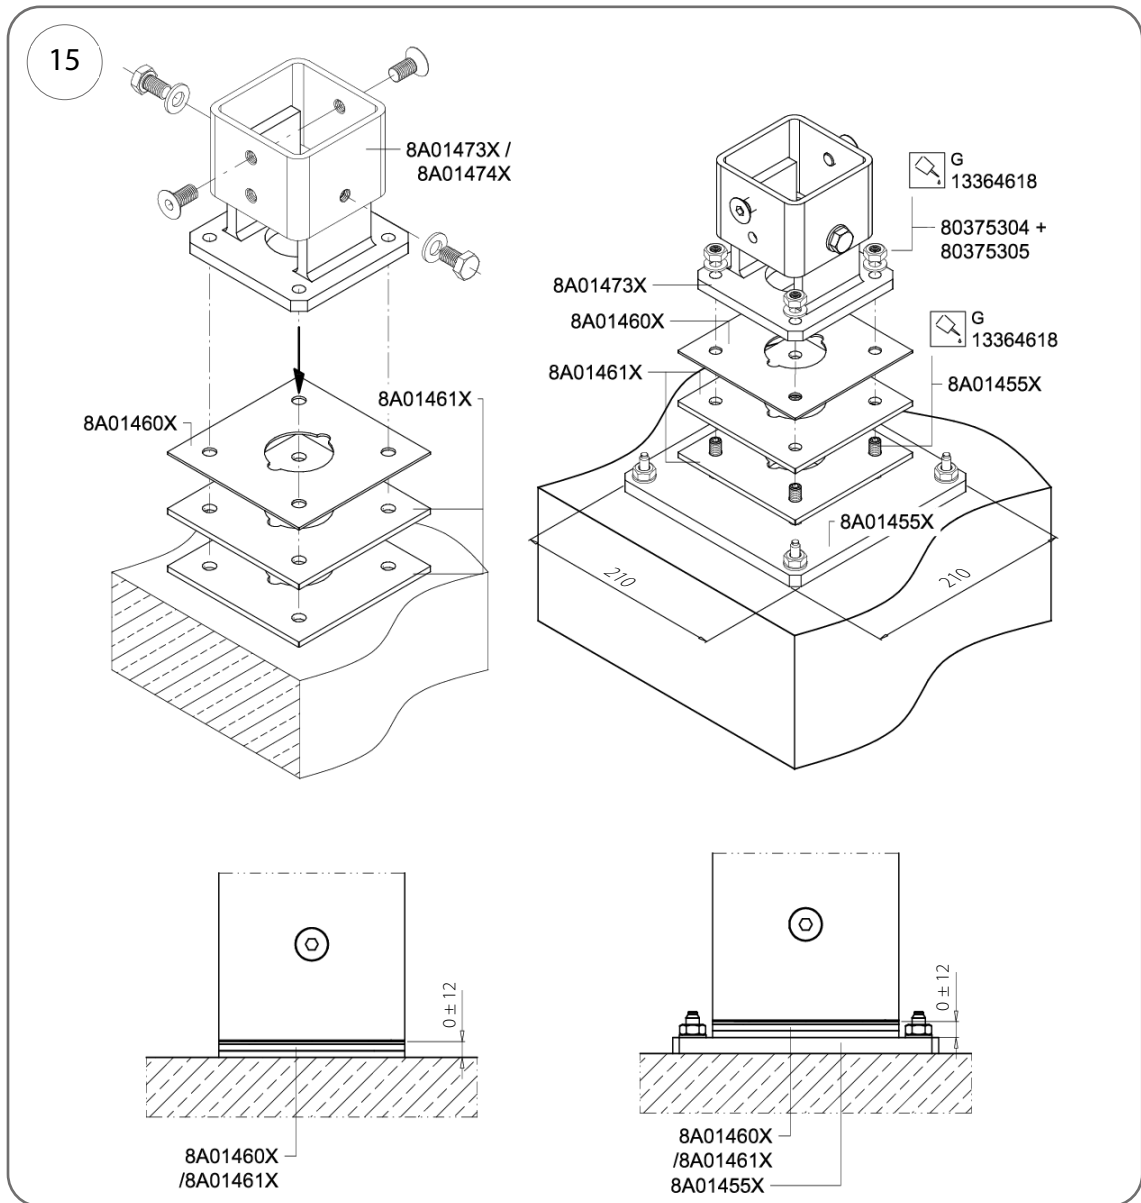

Fig. 15
5. Nivelăți toate consolele în raport cu punctul de instalare a stâlpului cu cea mai mare înălțime; în cazul unor discrepanțe, utilizați șaibe de 2 mm sau 5 mm (nr. cat. 8A01123X; 8A01124X), introduse între adaptor și baza consolei (Fig. 15).